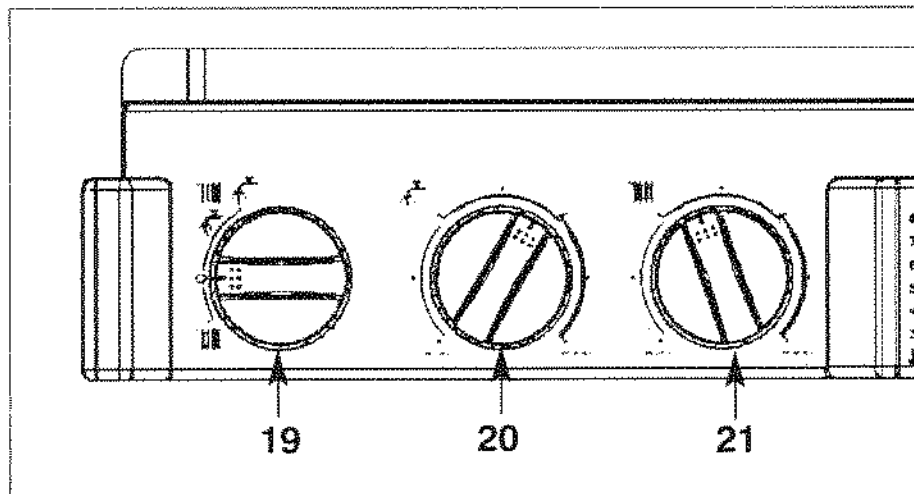

Fig. 23
- Placez le commutateur "19" (fig. 23) en position «  » voyant vert "23" allumé ; le voyant orange "24" (fig. 24) s'allume chaque fois que le brûleur entre en fonction.
Le bouton de réglage du chauffage "21" «  » (fig. 23) donne la possibilité d'ajuster la température de l'eau du circuit de chauffage en fonction des besoins saisonniers.
Ne pas oublier de le rouvrir en début de saison de chauffage, lorsque l'on replace le commutateur "19" (fig. 23) en position «  ».